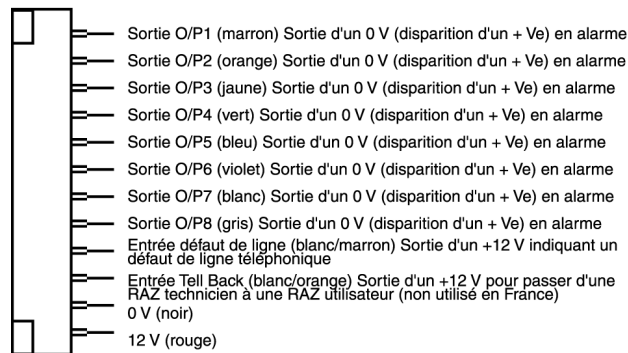

Figure 14. Raccordement du câble "Transmissions"
4. Effectuer tous les raccordements nécessaires entre le transmetteur et le câble spécifique "Transmissions". La figure 14 présentée ci-après illustre les différentes sorties disponibles aux extrémités de ce dernier.